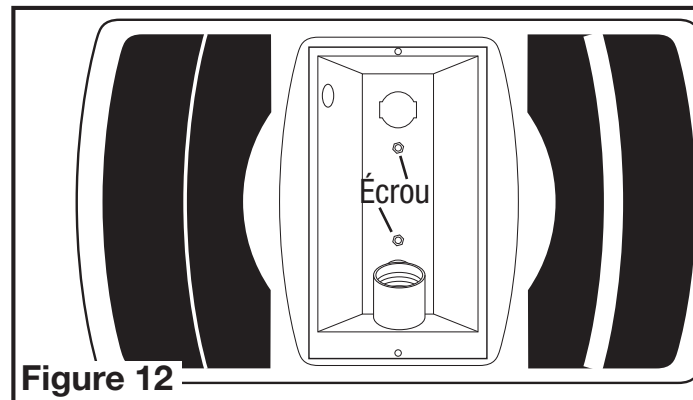

Figure 12
5. Attacher le réflecteur de lumière en place avec les deux écrous enlevés durant l'Étape 2 dans la SECTION 1 Préparation de l'unité, afin que la grille s'ajuste fermement contre le plafond (**Figure 12**).